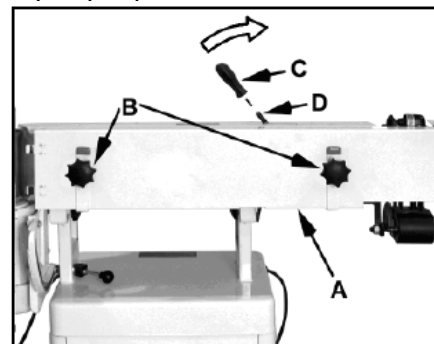

Рис. 4
Ослабив ручки (B) (Рис. 4), снимите кожу шлифовальной ленты. Снимите шлифовальную ленту и упор.